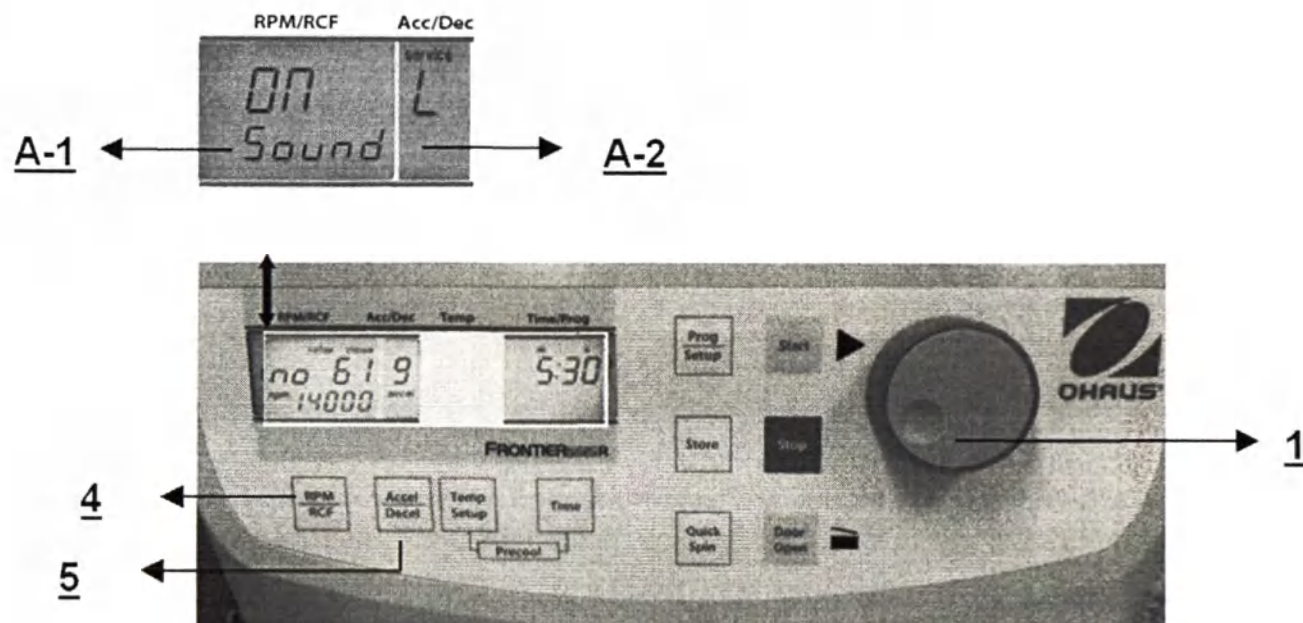

Рис. 33
Включите режим установки параметров, как указано в разделе 4.1.2, затем нажмите кнопку **Accel/Decel** (5). В поле **Acc/Dec** (A-2) экрана будет мигать слово **Service**. Вращая рукоять (1), выберите символ L. В поле **RPM | RCF** (A-1) в этом случае появится текст **On Sound**. Если нажать кнопку **RPM | RCF** (4), слово **On** начнет мигать, и, повернув рукоять (1), можно будет выключить звуковой сигнал (см. рис. 33).